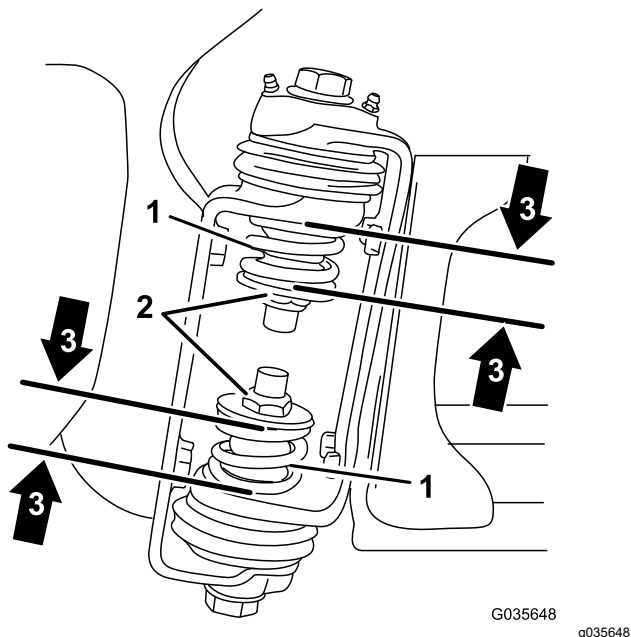

Figura 5
3. En la articulación de la sección, mida la compresión de los muelles superior e inferior, con las secciones en posición extendida (Figura 5).